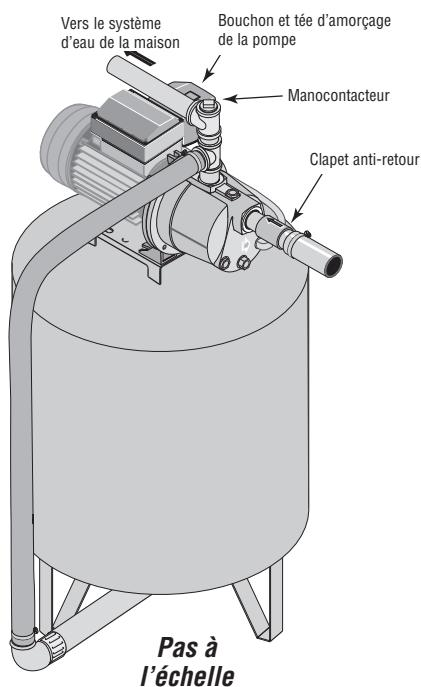

Figure 4 – Branchements sur un réservoir préchargé
BRANCHEMENT SUR UN RÉSERVOIR PRÉCHARGÉ (FIGURES 4 ET 5)
1. Poser deux téls dans l'orifice de refoulement de la pompe (voir la Figure 4). Le diamètre du tuyau doit être au moins aussi grand que le diamètre de l'orifice de refoulement.